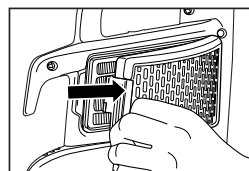

Fig. 1
1. Retirez le couvercle du filtre en appuyant sur la languette et en faisant pivoter le couvercle (Fig. 1).